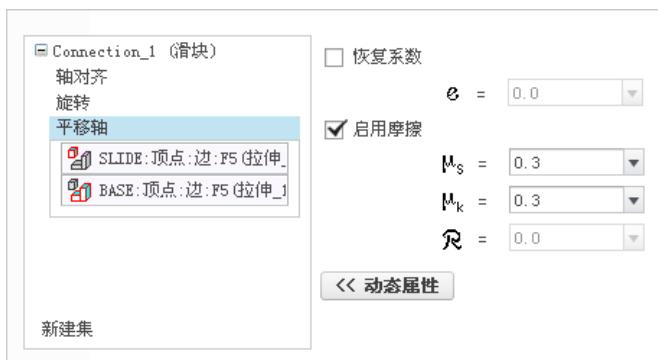

图 5.2.6 “放置”界面
(6) 设置摩擦系数。在 **放置** 界面右侧单击 **动态属性 >>** 按钮，选中 启用摩擦 复选框，在 M_s 文本框中输入静态摩擦系数 0.3，在 M_k 文本框中输入动态摩擦系数 0.3，分别按 Enter 键确认，此时 **放置** 界面如图 5.2.6 所示。